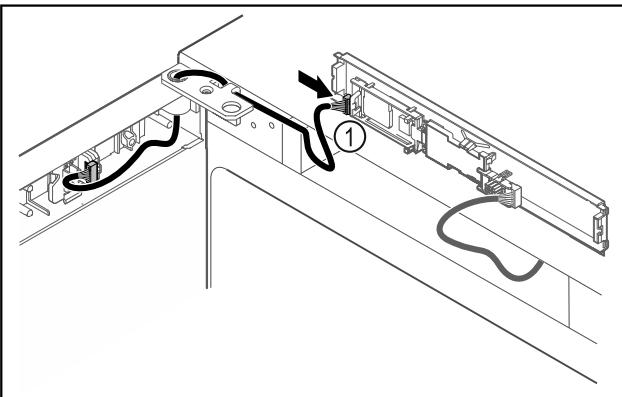

Fig. 46
► Zapojte zástrčku Fig. 46 (1) na doske plošných spojov.